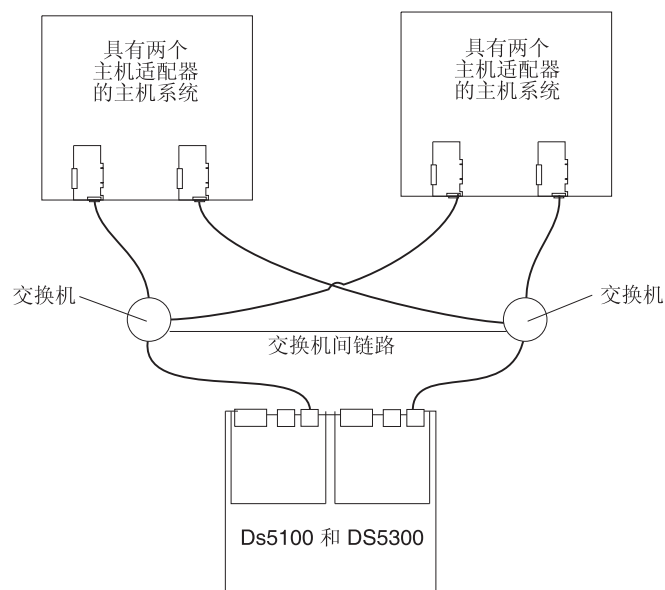

图 91. 单 SAN 光纤网配置的示例
- 单 SAN 光纤网配置，如第 133 页的图 91 中所示
第 133 页的图 91 提供了两个主机系统通过使用跨交换机链接连接的光纤通道交换机形成单 SAN 光纤网配置的示例。